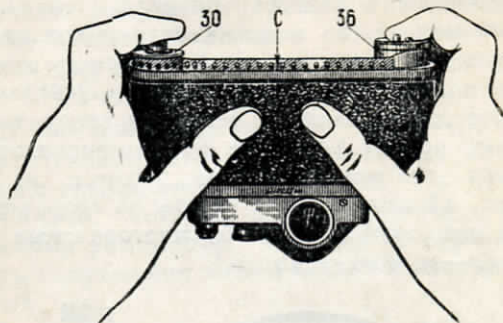

Рис. 10.
6. Открытую камеру поставьте объективом от себя и, придерживая пальцами, как показано на рис. 10, введите фотопленку в фильмный канал «С», равномерно опуская катушку и кассету в гнезда.